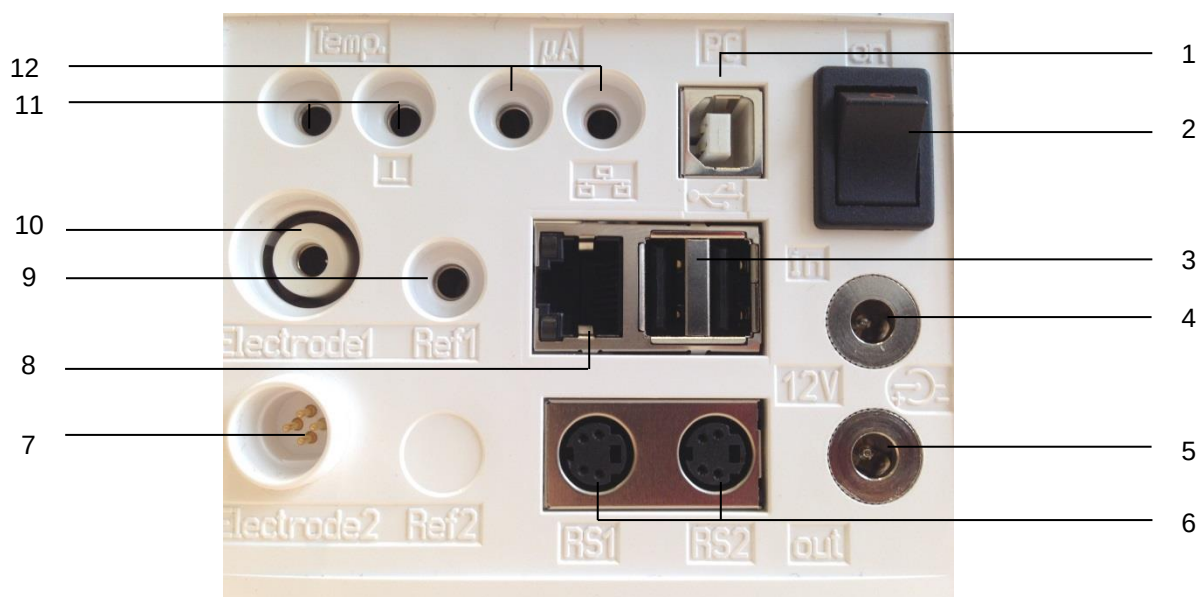

Fig. 1
a) Titrator TitroLine® 7800 (basic unit) (fig. 1/a):
b) TitroLine® 7800 with KF accessories (fig.1/b):